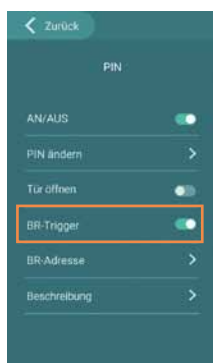

Abb. 10
- ▶ Betätigen des Türöffners über die **BR-Trigger**-Funktion (Abb. 10). Dabei können Sie das Multifunktionsrelais VILLA BR als Türöffner-Relais einsetzen (Manipulationsschutz).
- ▶ Das Feld **Beschreibung** (Abb. 10) steht Ihnen zur freien Verfügung und beschreibt die BR-Trigger-Funktion.